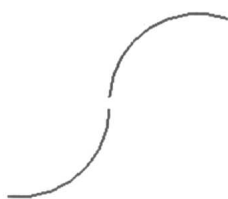
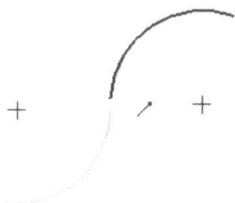
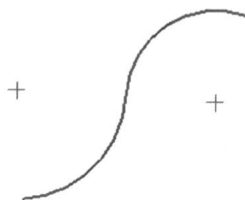

图 1-12
图 1-13
图 1-14
8. 对没有连接的图线(如图 1-12 所示)用连接命令 , 选择两线段的端点使其连接, 如图 1-13 和图 1-14 所示。利用修剪角命令  也可使两线段连接。